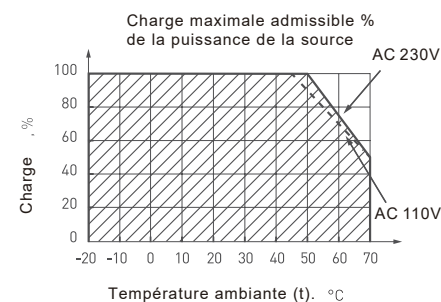

FIG. 3. Capacité d'alimentation, en fonction de la température
- 4.3 Ne chargez pas la source d'alimentation avec plus de 80 % de sa puissance maximale. N'oubliez pas que lorsque les températures ambiantes augmentent, la puissance maximale de l'alimentation diminue voir FIG.3.